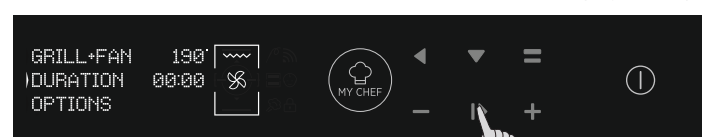

Figura 10
- Premere GIÙ per cambiare la durata della cottura. Si esegue premendo i pulsanti PIÙ e MENO mentre la freccia sul display si trova sulla scheda DURATA. Premere OK per iniziare la cottura o BACK per ritornare alle impostazioni della temperatura. (Figura 10)